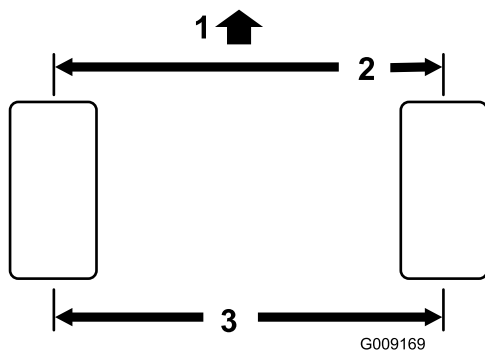

Figura 75
2. Změřte vzdálenost mezi středy (ve výšce nápravy) na přední a zadní straně kol sloužících k řízení (Figura 75).